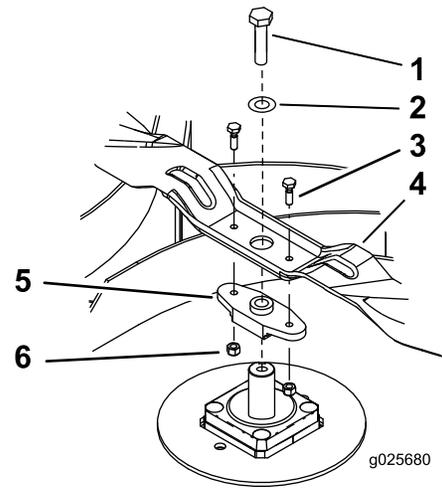

Figure 3
8. Montez la lame de déchetage droite sur le dispositif d'entraînement au moyen de 2 boulons de cisaillement et de 2 contre-écrous (1/4 po) (Figure 3).
9. Montez la lame de déchetage gauche sur le dispositif d'entraînement au moyen de 2 boulons de cisaillement et de 2 contre-écrous (1/4 po) (Figure 3).
11. Montez les lames avec les dispositifs d'entraînement sur les arbres du boîtier d'engrenages au moyen des boulons et rondelles retirés précédemment (Figure 3).